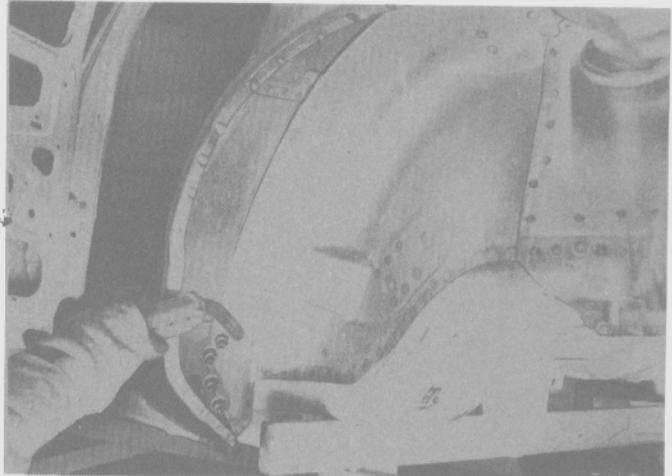

Fig. 219
- Desde el interior del pasarruedas, soldar con metal en atmósfera de gas inerte (MIG), el panel exterior al panel interior del mismo, en la zona del zócalo (Fig. 219). Es necesario soldar con metal en atmósfera de gas inerte (MIG) puesto que no es posible el acceso a las pestañas de la junta.